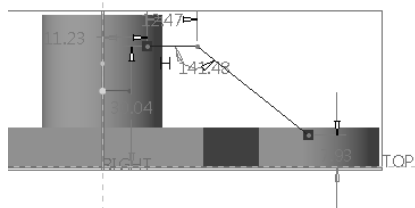
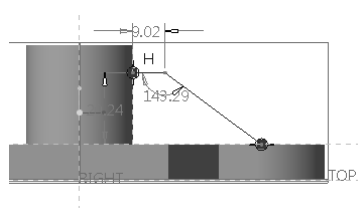

图 6-50 绘制两段连续的线段
图 6-51 添加约束
5) 单击  (线链) 按钮，绘制图 6-50 所示的两段连续的线段。在“约束”组中单击  (重合) 按钮，分别将图形的两个端点重合约束在相应的轮廓投影边上，如图 6-51 所示。这样，其线段端点连接到曲面，从而形成一个要填充的区域。